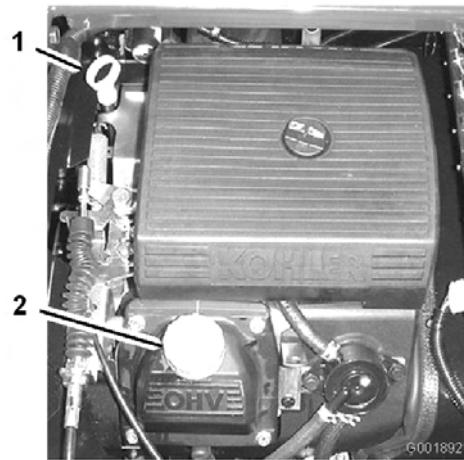

Bild 44
2. Nehmen Sie den Peilstab heraus und wischen Sie ihn mit einem sauberen Lappen ab (Bild 44). Stecken Sie den Peilstab in das Rohr und stellen Sie sicher, dass er vollständig eingeführt ist. Nehmen Sie den Peilstab heraus und prüfen Sie den Ölstand.
3. Wenn der Ölstand niedrig ist, nehmen Sie den Deckel des Einfüllstutzens von der Ventilabdeckung ab (Bild 44) und füllen Sie Öl auf, bis der Ölstand die Vollmarke am Peilstab erreicht. Gießen Sie Öl langsam ein und prüfen Sie den Ölstand häufig während des Füllens. Füllen Sie nicht zu viel ein.
8. Gießen Sie ungefähr 80 % der angegebenen Ölmenge langsam in den Öleinfüllstutzen (Bild 44).